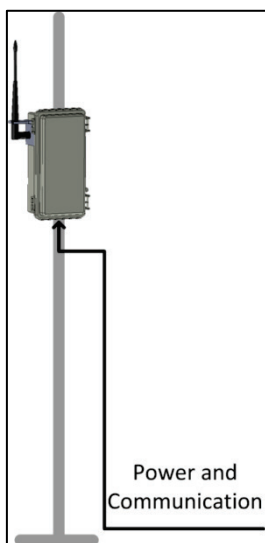

Figura 9: RLINK One instalado en un poste
- Conecte el RLINK One directamente a la antena a un poste (Figura 9).